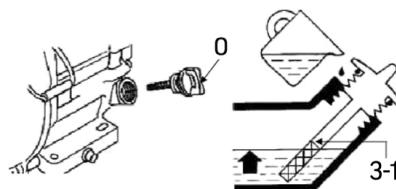

fig. 3
3. Retirez la jauge (O) et essuyez avec un chiffon propre (fig. 3).
4. Installez la jauge dans le goulot de remplissage d'huile sans la visser conformément (fig. 3).